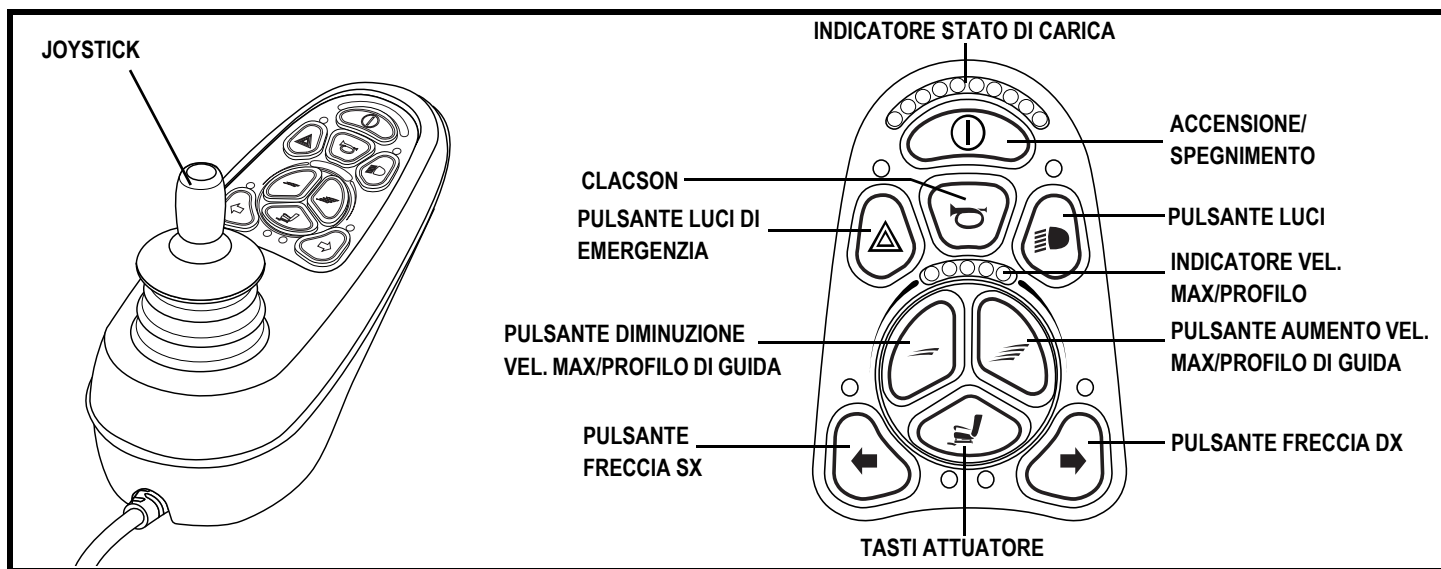

Figura 11. Tastiera VR2 (a 9 spinotti)
1. Premere il tasto on/off per accendere la Carrozzina e la centralina. Vedere figura 11.
2. Premere il tasto dell'attuatore desiderato per selezionare la modalità attuatore. Vedere figura 11.
5. Premere il tasto on/off per tornare in modalità di guida. Vedere figura 11.